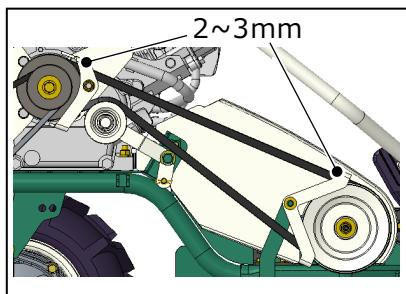

図3
- 3)エンジン側、ナイフ側ともにベルトとベルト押さえとの間隔がともに2~3mmになるよう図3を参考にベルト押さえの位置を調整してください。
④変速ワイヤ調整